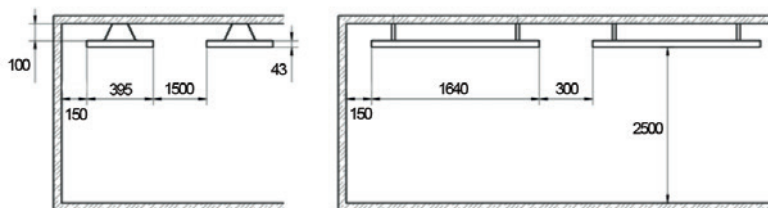

Рисунок 3
- подсоединить провода к клеммной колодке обогревателя согласно рис. 3 Приложения. Между источником питания и обогревателем должен быть установлен разъединитель (сетевой выключатель), обе спечивающий полное снятие напряжения питания с обогревателя.